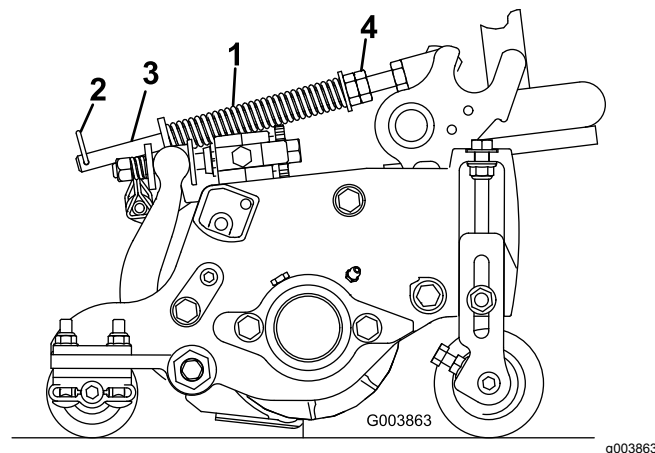

Figure 15
Le ressort de compensation transfère aussi le poids du rouleau avant au rouleau arrière (Figure 15). Cela évite la formation d'ondulations à la surface de la pelouse.
- Vérifiez que la goupille fendue est insérée dans le trou de la tige de ressort (Figure 15).
- Serrez les écrous hexagonaux sur l'extrémité avant de la tige de ressort jusqu'à ce que la longueur du ressort comprimé soit égale à 13 cm sur les unités de coupe de 13 cm ou à 16 cm sur les unités de coupe de 17 cm (Figure 15).